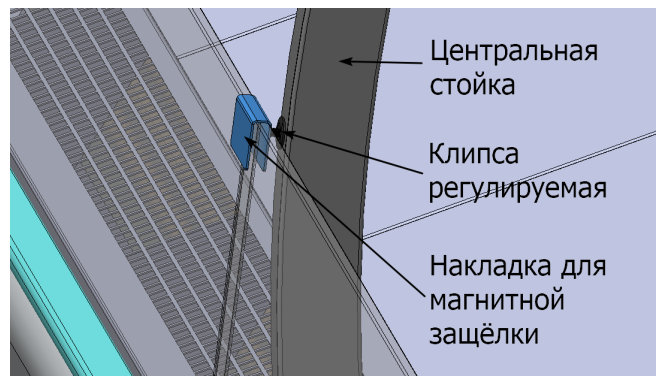

рис. 10
8. Установить накладку магнитной защёлки на стык стёкол-антизапотевателей, затем уложить на регулируемую клипсу (рис. 10).